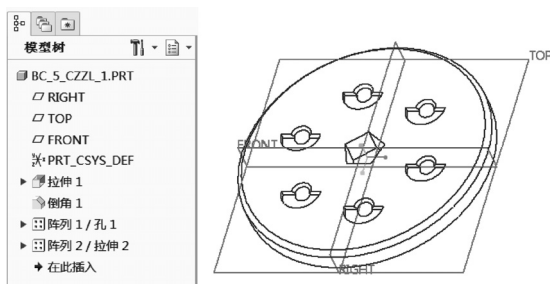

图 5-100 创建参考阵列
3) 在“阵列”选项卡中单击 (完成) 按钮, 创建的参考阵列如图 5-100 所示。